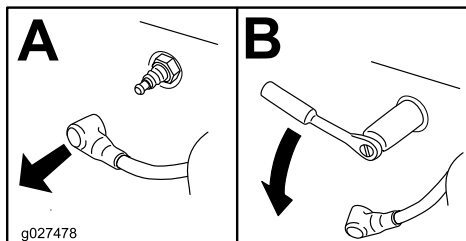

Figura 34
2. Retire la bujía, según se muestra en Figura 34.